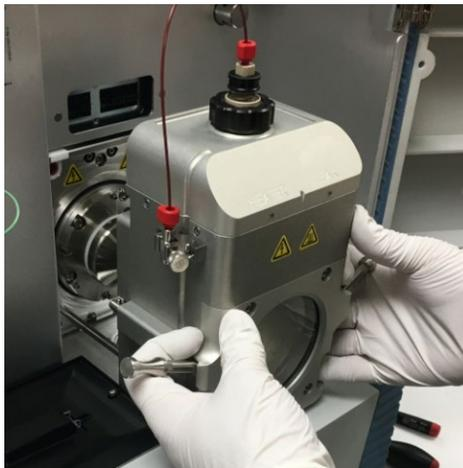

图 46: 移除源外壳
- 4) 向上提源外壳右下和左下侧的两个凸轮杆。随着凸轮旋转，源外壳将脱离隔板并从两个金属导杆上滑下，如图 46 中所示。
- 5) 慢慢取下源外壳，如图 46 所示，注意不要损坏 ESI 探头和毛细管连接。